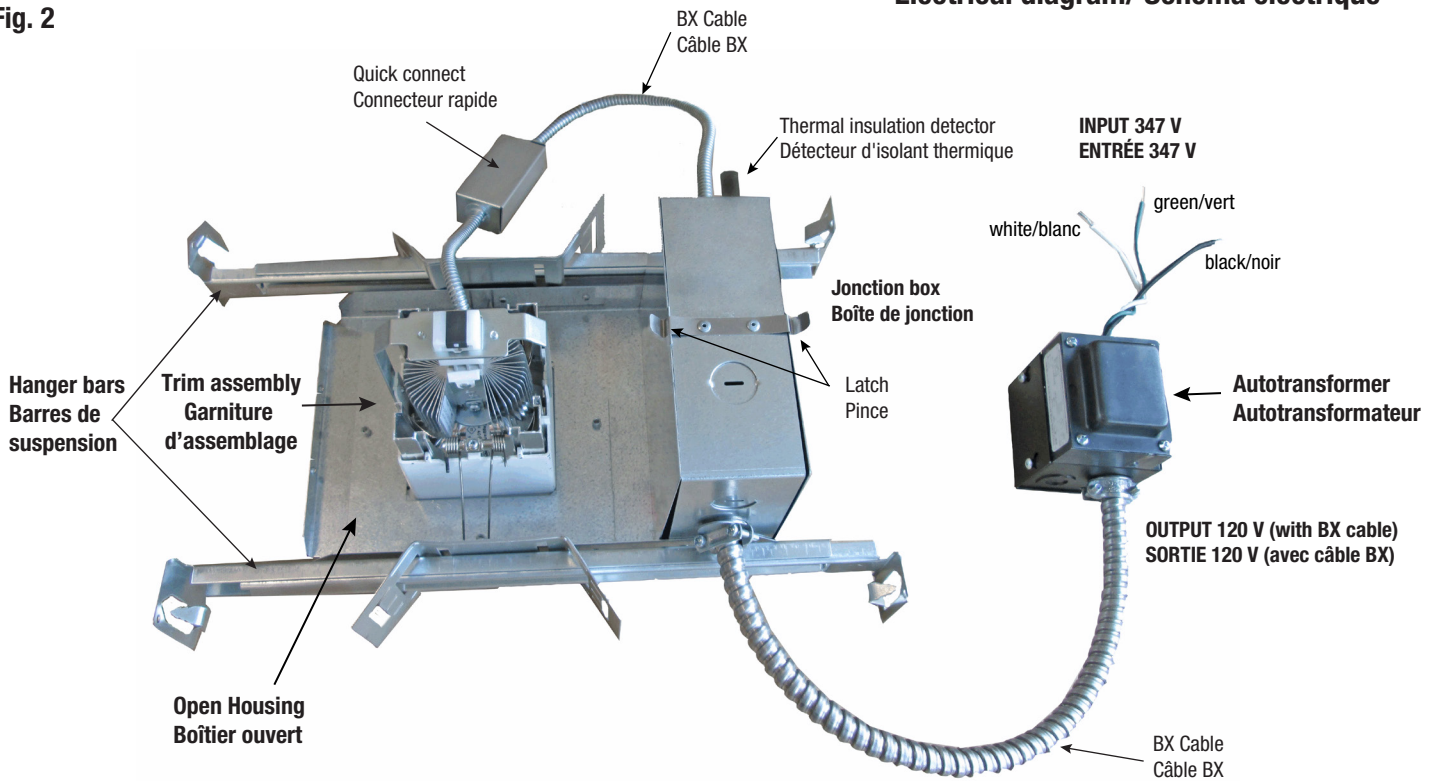

Fig. 3
3. Make wiring between the power source (347 V) and input of autotransformer and between the output of autotransformer (120 V) and input of junction box luminaire housing (Fig. 2). Fix the autotransformer into the ceiling and the BX cable into junction box knockout housing before proceed wiring. Open the junction box door using the latch. See electrical diagram as reference (Fig. 3).
3. Faire les connexions électriques entre la source de courant (347 V) et l'entrée de l'autotransformateur et poursuivre avec les connexions électriques entre la sortie de l'autotransformateur (120V) et le l'entrée de la boîte de jonction situé sur le boîtier du luminaire (Fig. 2). Avant faire les connexions électriques, sécuriser l'autotransformateur dans le plafond et le câble BX dans un des orifices prédécoupés du boîtier du luminaire. Retirer le couvercle de la boîte de jonction en ouvrant la pince. Voir le schéma électrique comme référence (Fig. 3).